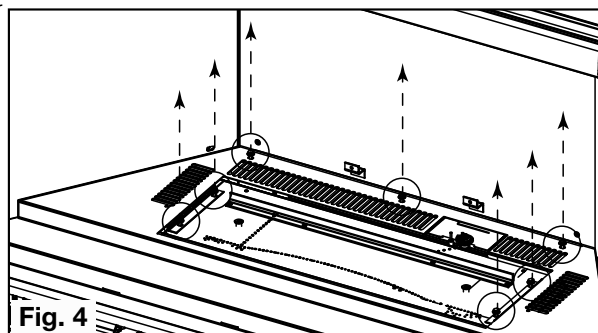

Fig. 4
- ☐ 5. Enlevez les 7 vis sécurisant la plateau en place. Glissez le plateau vers l'avant puis hors de l'appareil. Misez les vis et le plateau du côté (**Fig. 4**). Assurez-vous de faire passer soigneusement le boîtier de la veilleuse à travers le trou du support. Une fois le plateau de support retiré, le boîtier de la veilleuse pendra dans le foyer (non illustré).